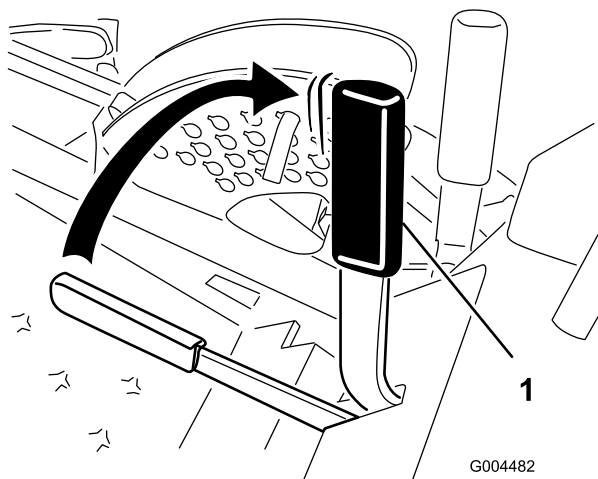

Figura 14
2. Tire de la palanca del freno de estacionamiento hacia arriba y hacia atrás para poner dicho freno (Figura 14). La palanca del freno de estacionamiento debe permanecer firmemente en esa posición.
Empuje hacia adelante y hacia abajo la palanca del freno de estacionamiento para quitar dicho freno (Figura 14).